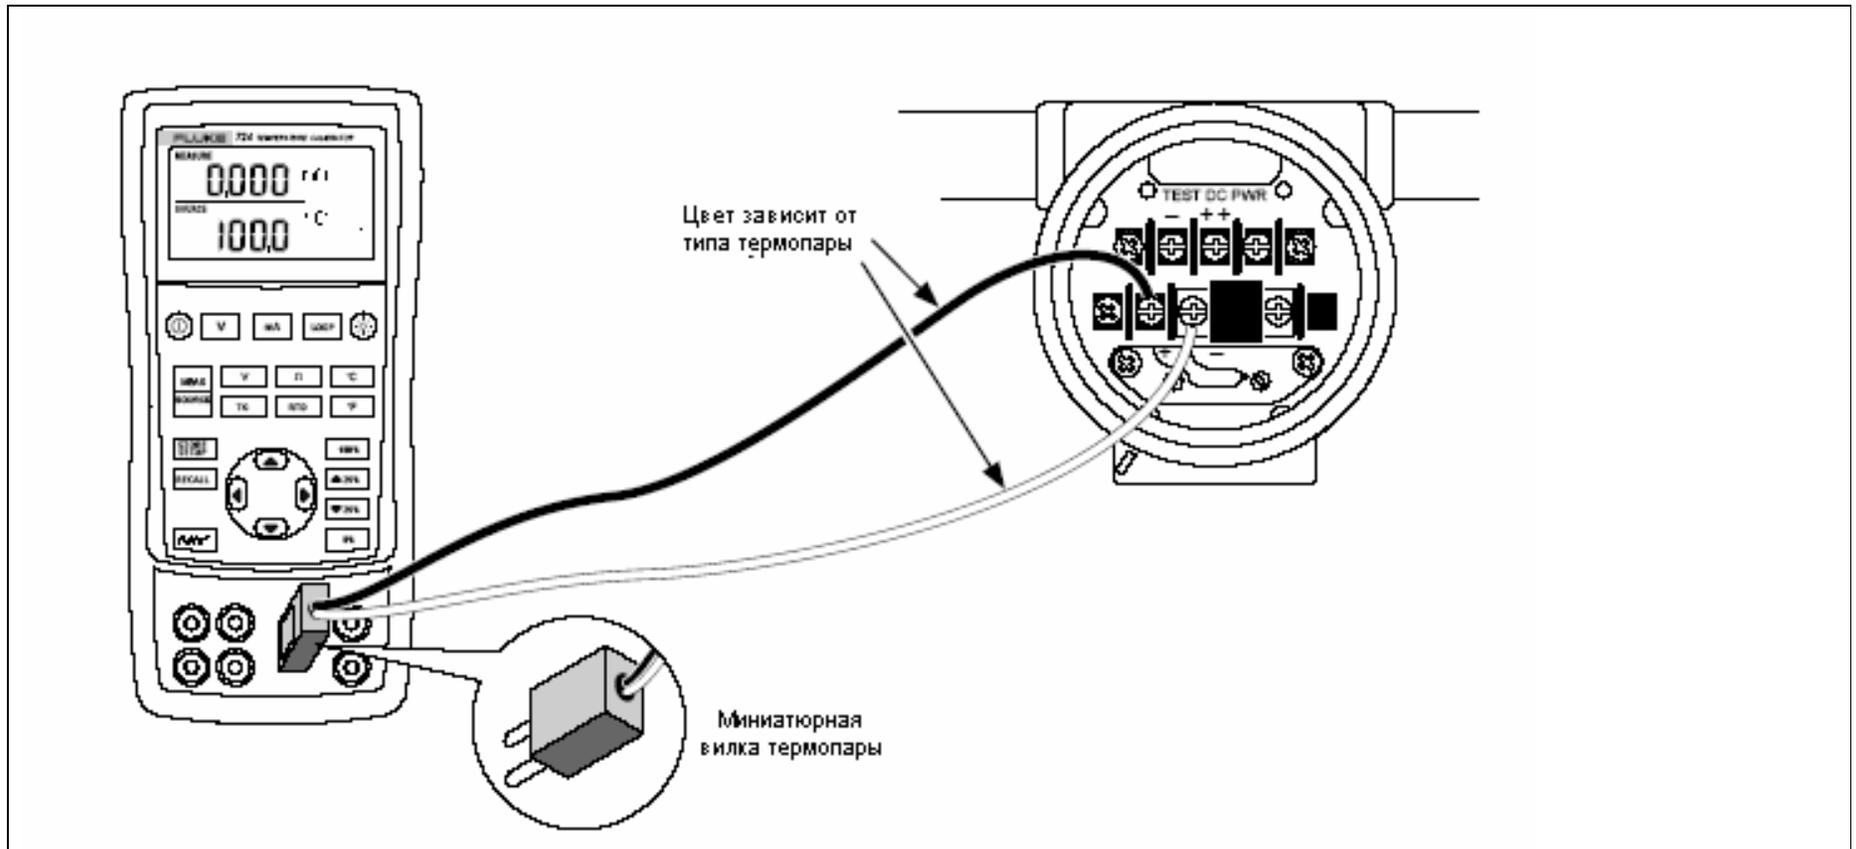

Рис. 13. Схема соединений для моделирования сигналов термопары
Один контакт данной вилки шире другого. Не пытайтесь вставить вилку в неверном положении. Схема соединения показана на рис. 13.
1. Подсоедините выводы термопары к соответствующей миниатюрной вилке термопары, а затем подключите вилку к гнезду входа/выхода термопары, как показано на рис. 13.